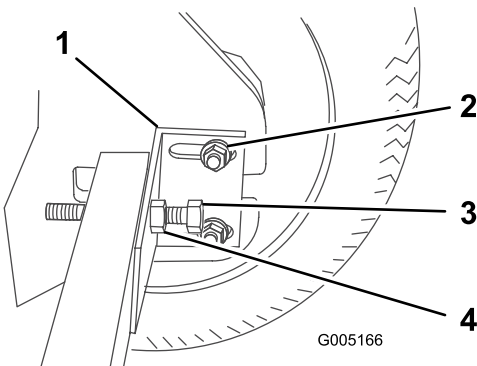

Figure 31
7. Positionnez le support de retenue d'essieu contre l'essieu et le châssis, puis serrez l'écrou sur le boulon pour le fixer en place (Figure 31) et serrez l'écrou à 40,7 Nm (30 pi-lb).
3. Desserrez les écrous de fixation du support de retenue d'essieu (Figure 31).
4. Desserrez l'écrou du boulon de tension de chaîne et desserrez le boulon (Figure 31).